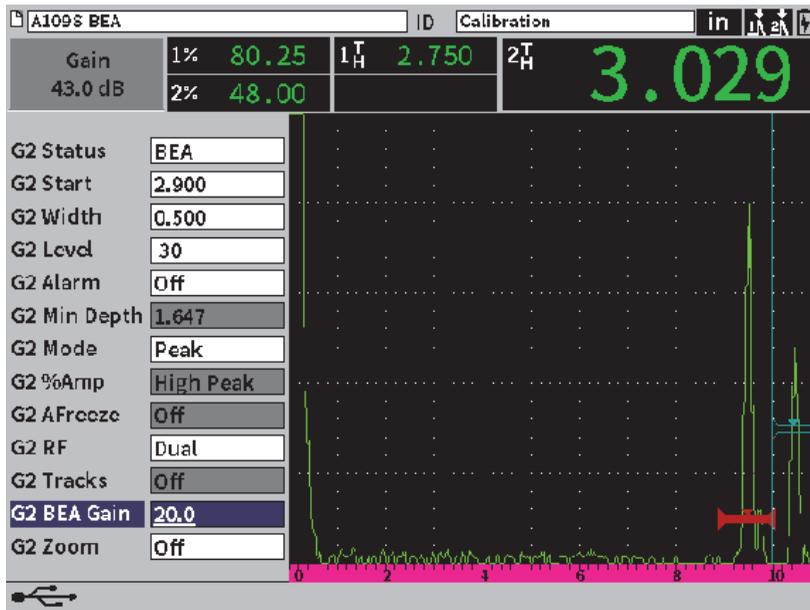

Figure 11-29 Réglage du gain de l'écho de fond
1. Dans la boîte de dialogue de la porte 2, appuyez sur la touche de tabulation pour sélectionner **Gain BEA P2** (voir Figure 11-29 à la page 215).